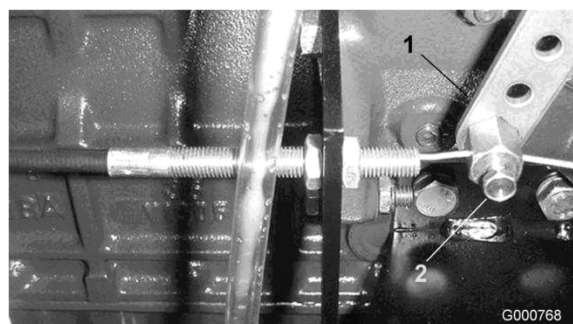

Figure 44
2. Desserrez la fixation du câble d'accélérateur sur le bras du levier de la pompe d'injection (Figure 44).